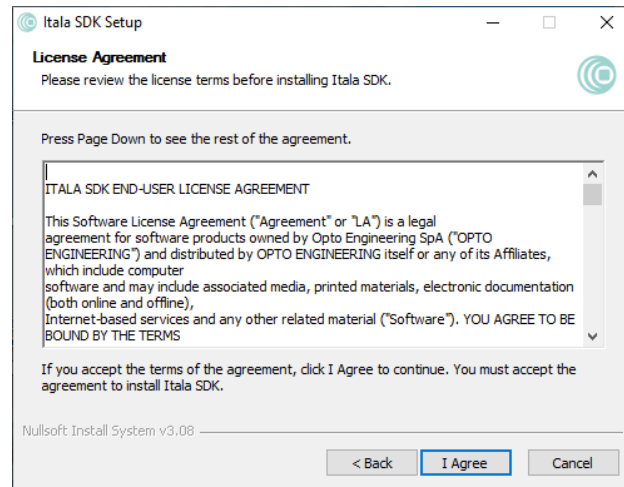

Figure 23: Finestra del contratto di licenza di Itala SDK.
3. Leggere i termini della licenza prima di installare Itala SDK (Fig.23).